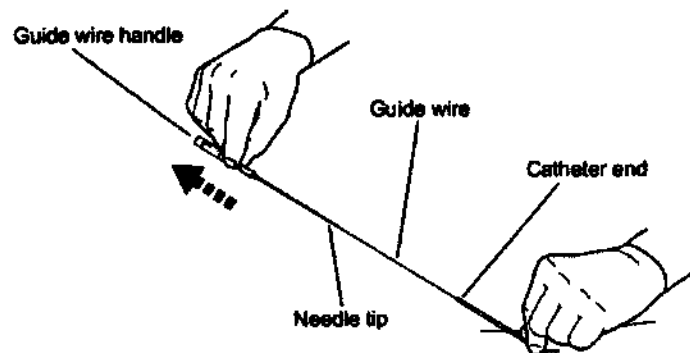

Figure 5. Removing the needle and guide wire.
13. Надежно удерживайте катетер в месте выхода на фасции, при этом одновременно удалите иглу и проволочный проводник из катетера (Рисунок 5).